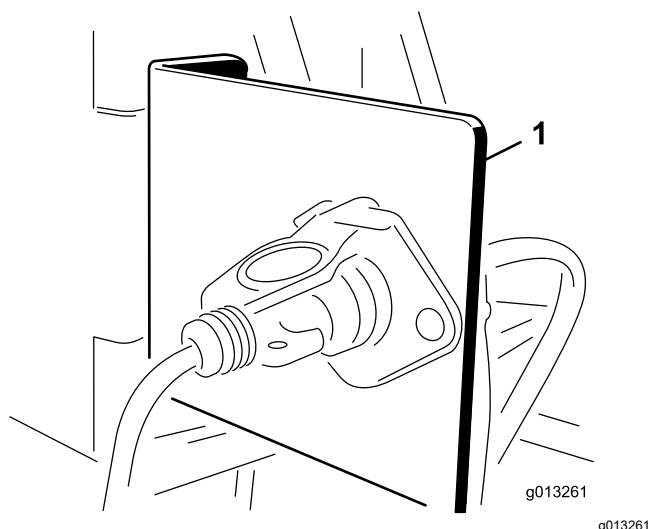

Figura 8
1. Montai suportul mufei de alimentare într-un punct fix din spatele vehiculului tractor, folosind unul dintre suporturile de montare furnizate (Figura 8).